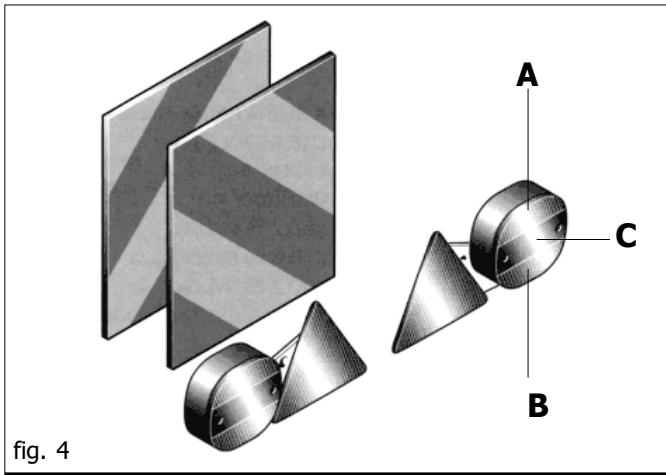

fig. 4
35) Wenn die geschleppten oder an dem Schlepper angebrachten Ausrüstungen und Geräte die Sichtbarkeit der Signalisierungs- und Beleuchtungsrichtungen des Schleppers verdecken, müssen diese Vorrichtungen auch an den Ausrüstungen angebracht werden, wobei die Vorschriften der im jeweiligen Anwendungsland geltenden Straßenverkehrsordnung zu beachten sind. Beim Gebrauch ist zu kontrollieren, daß die Anlage einwandfrei funktioniert. Nachstehend wird die korrekte Sequenz der Leuchten angegeben (Abb. 4):